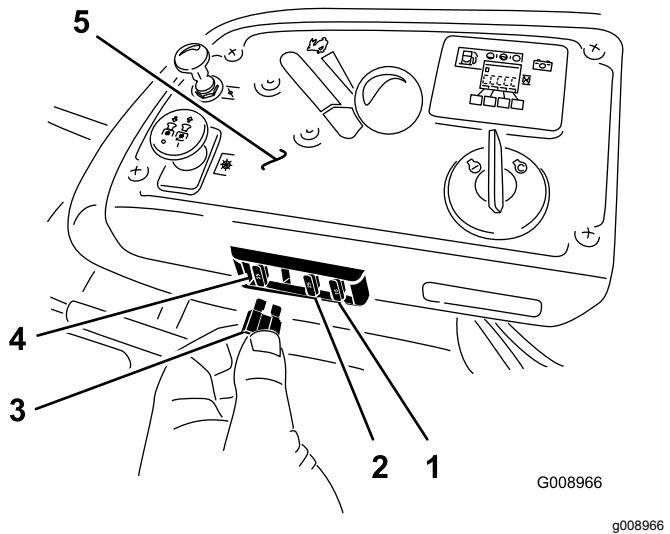

Figura 66
1. Os fusíveis encontram-se na consola do lado direito do banco (Figura 66).
3. Instale um novo fusível (Figura 66).